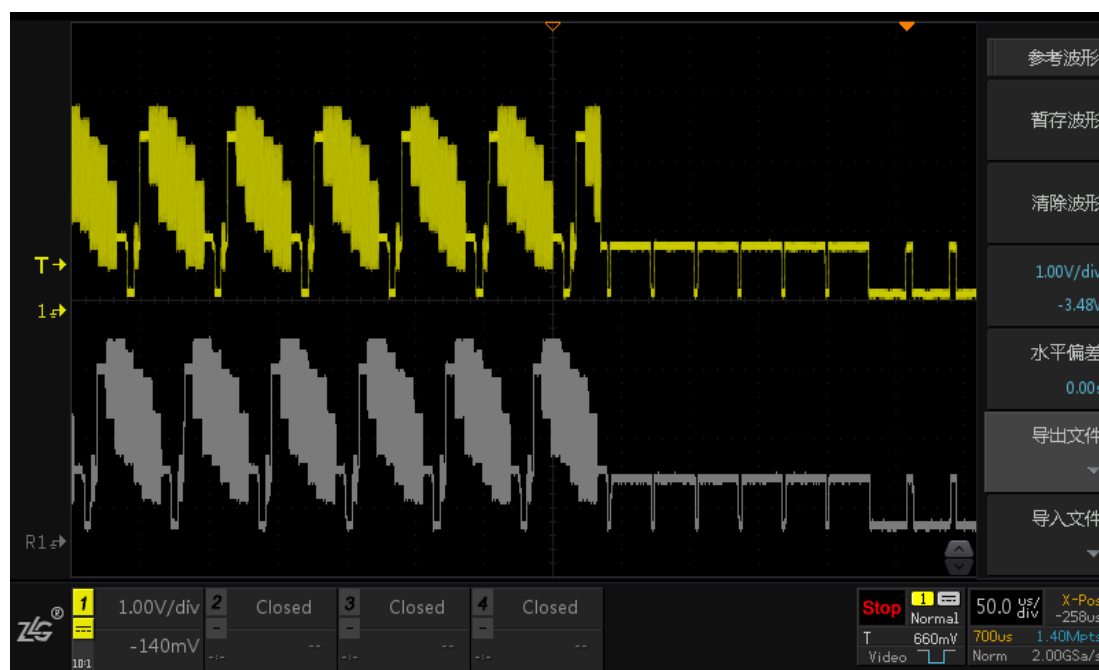

图 21.13 波形对比分析
- 8、点击【Stop】在停止状态下可观察波形的变化情况，如图 21.13 所示；